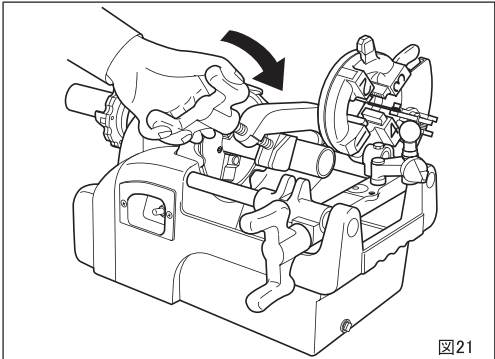

図21
- ① 使用しないダイヘッド・リーマを起こしてください。
- ② パイプの切断箇所を定めてパイプをしっかり固定します。
- ③ パイプカッタをパイプ径より大きくひらいて図のようにあてがい、パイプの切断箇所にカッタの刃を合わせてハンドルでローラーと刃がかかるあたるところまでちがづけてください。
- ④ スイッチを入れ、カッタハンドルをパイプ1回転で1／2以内の割合でまわしてください。(図21) 切断のときに最初から強い力で切り込むと、パイプの切り口がだ円形にゆがみ、正しい真円のねじが切れない場合がありますから、切り始めは、軽く締めつけながら徐々に切断してください。